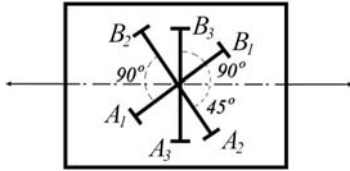

Рис. 2.6
**2.6. Стержень подвергается осевому растяжению. Обозначим  $\Delta l_1, \Delta l_2, \Delta l_3$  – удлинения трёх, изображенных на рисунке отрезков равной длины. Доказать, что  $\nu (\Delta l_1 + \Delta l_2) + (1 - \nu) \Delta l_3 = 0$ ,  $\nu$  – коэффициент Пуассона (рис.2.6).**